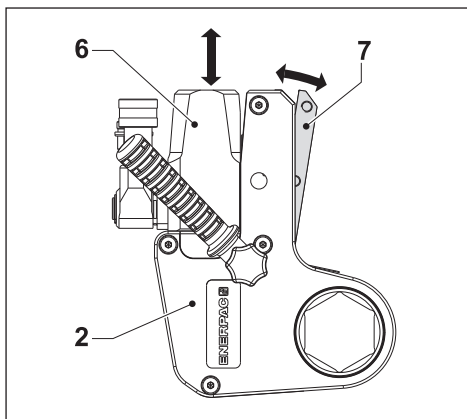

図4
3.3.1 カセットを取り外すには(図4と5)
3.3.2 カセットを取り付けるには (図4と5)
- ・ リリースレバー (7) を外側へ引きます。
- ・ 格納リンク (12) がラチェットレバー内のスロット (14) に合うようにします。必要に応じて、ピストンロッドを回転させます。
- ・ ドライブユニットをカセットの上にスライドさせ、スピゴット (13) をドライブユニット位置決めプレート (15) の開口部を通して押します。
- ・ リリースレバー (7) を押し込んでカセット (2) に戻します。ボールのツメが所定の位置にカチッと合まるようにします。カセットリリースレバーが完全に閉じていることを確認します。